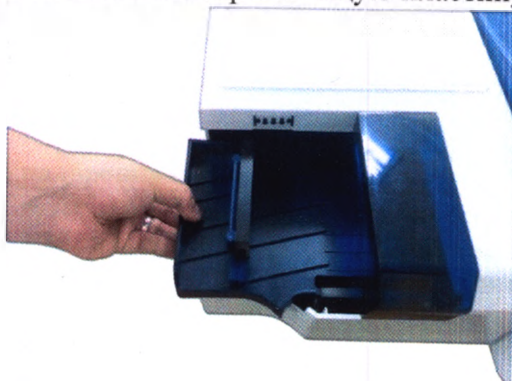

Рисунок 9
1. Извлеките направляющую пластину, вытянув ее из прибора, как показано на Рисунок 9